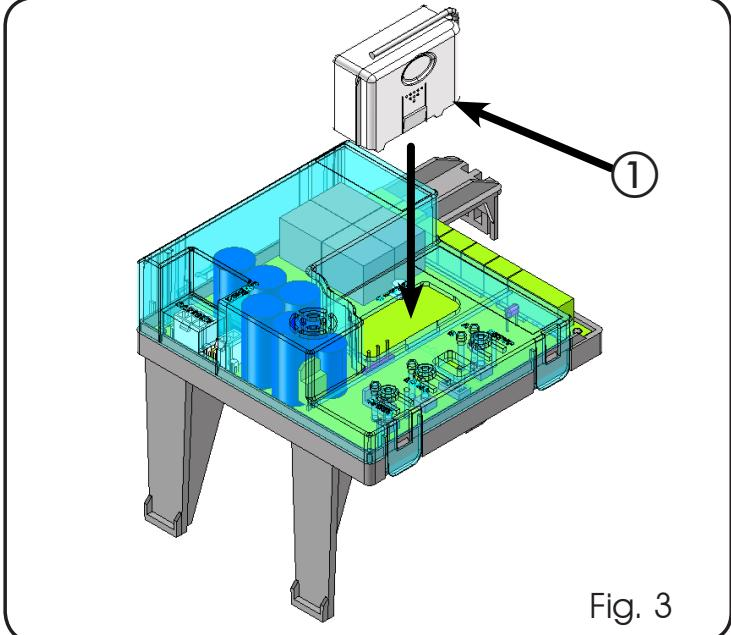

Fig. 3
El equipo electrónico está provisto de un sistema de descodificación bi-canal integrado. Este sistema permite memorizar, mediante un módulo receptor adicional (Fig. 3 ref. ①) y radiomandos de la misma frecuencia, tanto la apertura total (OPEN A) como la apertura parcial (OPEN B) de la automación.